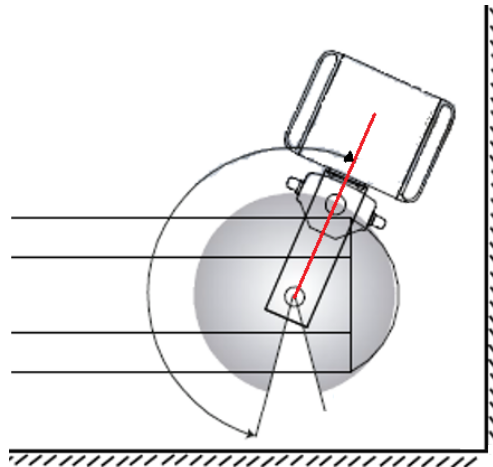

Fig. 12 Bevestiging van de draaibare aanslag aan de rechterkant van een kolom met verlengarm.
- Voer indien nodig de afstelling van de draaiing naar links uit. Volg hiervoor de stappen die in dit punt worden aangegeven, waarbij u er rekening mee moet houden dat u voor het bevestigen van de aanslag aan de linkerkant de kolom in de maximaal gewenste positie voor de draaiing naar links moet brengen en vervolgens de eerder verwijderde inbusschroef (2) moet plaatsen, zoals weergegeven in afbeelding 12.